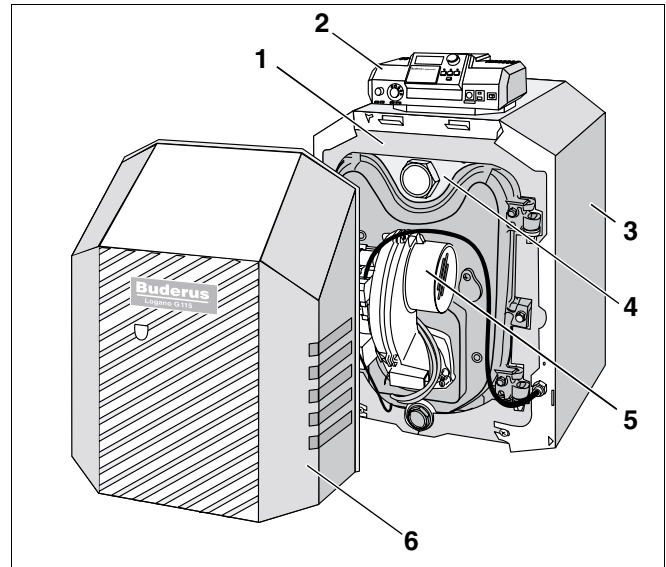
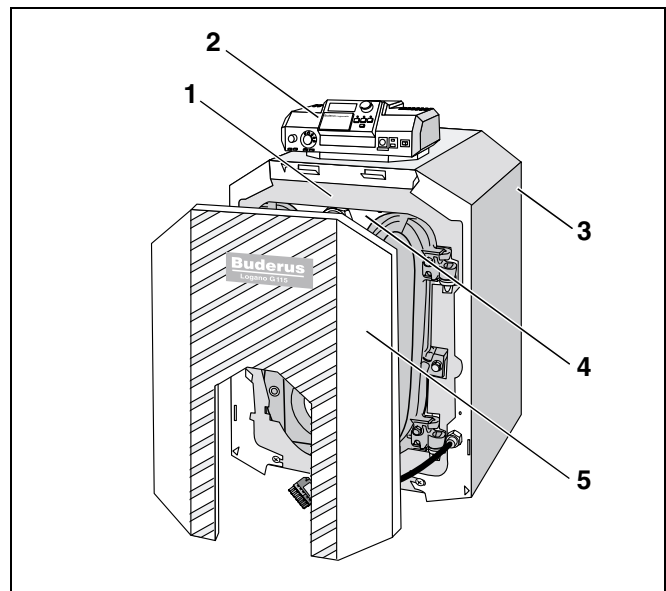

Fig. 1 Olie-/gaskedel Logano G115 med Logatop-brænder
Fig. 2 Olie-/gaskedel Logano G115
Olie-/gaskedlen Logano G115 (fig. 1) kan være fra fabrikken udstyret med en brænder af typen Logatop (fig. 1, **pos. 5**).
Du skal forsyne olie-/gaskedlen Logano G115 (fig. 2) med en brænder, der passer til kedlen.
Olie-/gaskedlen Logano G115 med Logatop-brænder (fig. 1) og olie-/gaskedlen Logano G115 (fig. 2) består af følgende hovedkomponenter:
- Kedelkrop (fig. 1 og fig. 2, **pos. 4**) og brænder (fig. 1, **pos. 5**).
- Kedelkappe (fig. 1 og fig. 2, **pos. 3**), isolering (fig. 1 og fig. 2, **pos. 1**) og brændertopplade (fig. 1, **pos. 6**) samt brænderdørens beklædning (fig. 2, **pos. 5**).
- Instrumentpanel (fig. 1 og fig. 2, **pos. 2**)